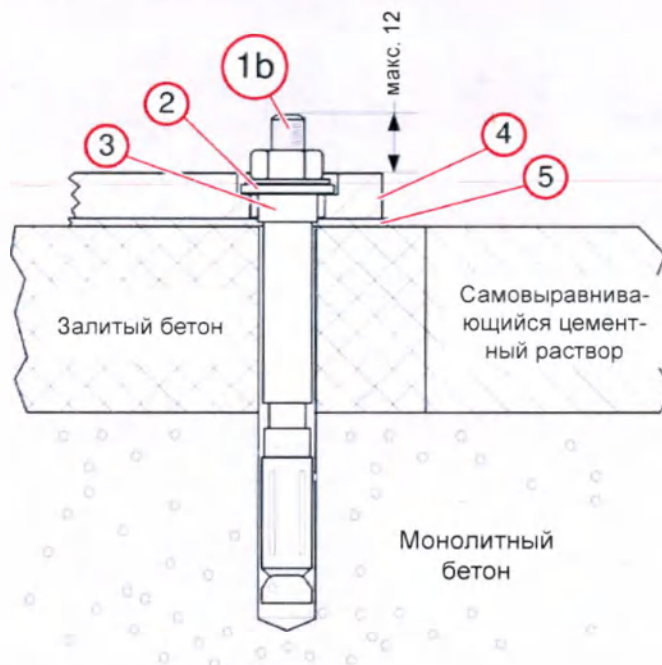

Рис. 24: Стол, установка усиленных распорных болтов
- Вставьте усиленные анкерные болты (Рис. 24); момент затяжки 80 Нм для Hilti HSL-3 ; 60 Нм для Hilti HSL-4.
Чтобы защитная панель монтажной пластины не опиралась на резьбовые шпильки, срежьте все излишки, превышающие 12 мм (Рис. 24).